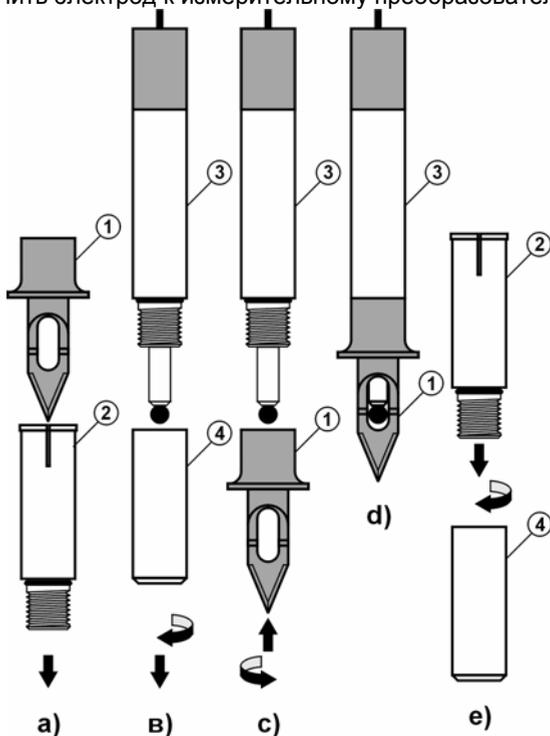

Рис. 1
4.3 На корпусе электрода (поз.3 рис.1) имеется резьба для присоединения ножевого устройства (поз. 1 рис.1) или стаканчика для растворов (поз. 4. рис.1).
4.4 Для предохранения от травм и повреждения имущества при транспортировке и в промежутках между измерениями на ножевое устройство электрода надевается защитный чехол (поз.2 рис.1).
6.2 Отвернуть и снять с электрода стаканчик с кондиционирующим раствором (поз.4 рис.1в). Для предотвращения выливания раствора из стаканчика электрод следует держать вертикально.
6.3 Снять с ножевого устройства защитный чехол (рис. 1а).
6.4 Закрыть стаканчик с кондиционирующим раствором (поз.4 рис.1е), винтит в него защитный чехол (поз.2 рис.1е).
6.10 По окончании работы устройство следует разобрать в порядке обратном описанному (рис.1). В стаканчик (поз.4 рис.1в) должен быть залит раствор для кондиционирования (3М KCl).
- в качестве емкости для буферных растворов может применяться стаканчик (поз.4 рис.1). При смене растворов его следует тщательно промывать дистиллированной водой и осушать фильтровальной бумагой;
8.5 Для предохранения от травм и повреждения имущества при транспортировке и в промежутках между измерениями на ножевое устройство электрода следует надевать защитный чехол (поз.2 рис.1).